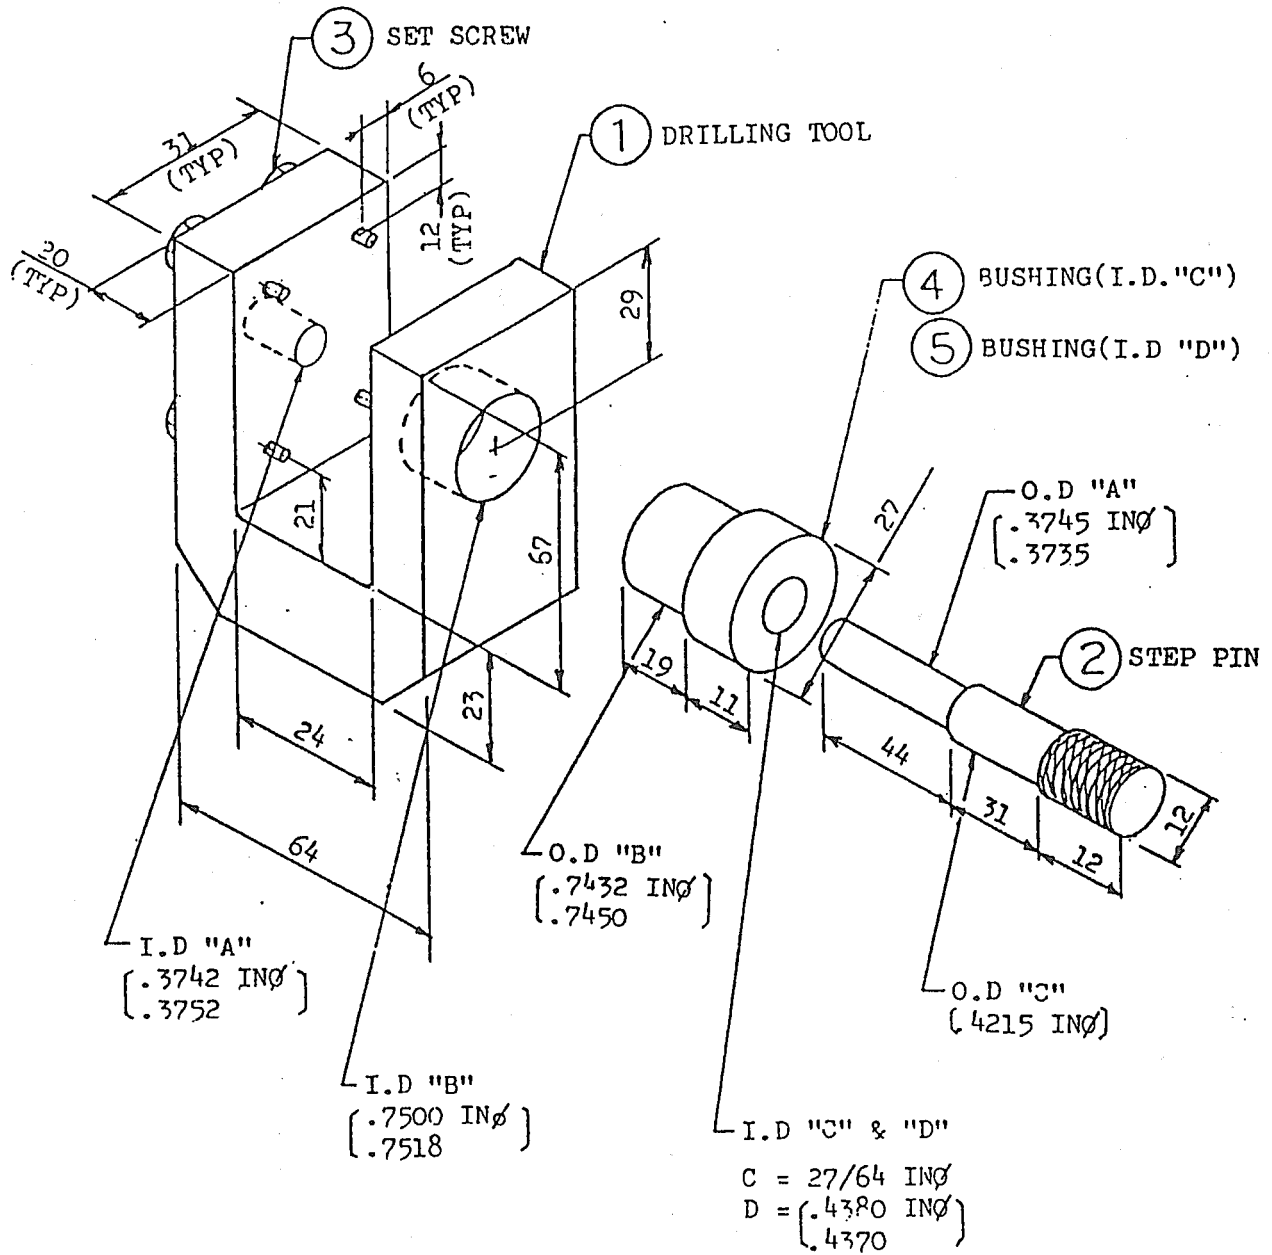

FIGURE 1 : 穿孔用治具 (200-018T)
- (4) 穿孔治具 (FIG. 1) に 27/64 IN $\phi$ ドリル穿孔用交換ブッシュを取付け、段付ピンを使用して翼胴結合金具 (胴体側) にセットする。
- (5) 穿孔治具のセットが確実か点検する。